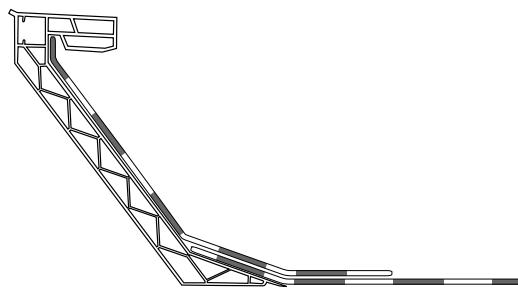
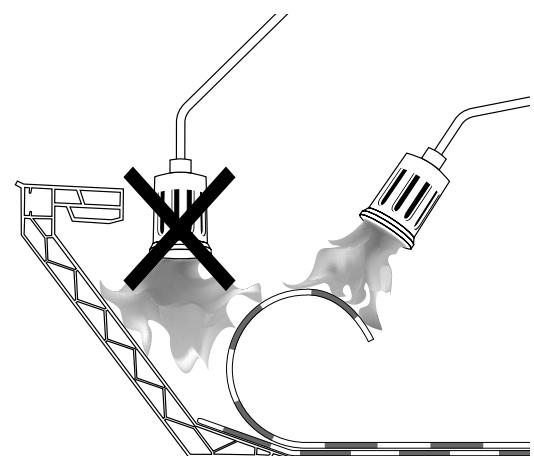

Fig. 1
Fig. 2
- Screw the curb on the roof construction through the indication line of the flange. Start at 7,5 cm from the extremities. The axis distance of the other screws must not exceed 30 cm. Pull up the roofing underneath the top flange (see fig. 1). Beware that the membrane and not the curb is warmed up when using the welding with flame method as shown on figure 2.
- Schrauben Sie den Aufsatzkranz an der Dachkonstruktion fest durch die Indikations Linie vom Flansch. Fangen Sie am 7,5 cm der Enden an. Die Achsdistanz der anderen Schrauben soll maximal 30 cm betragen. Ziehen Sie die Dachbedeckung bis zum oberen Flansch (siehe Bild 1). Achten Sie darauf, dass beim Schweißen mit Flamme die Membran und nicht den Aufsatzkranz geheizt wird (siehe Bild 2).